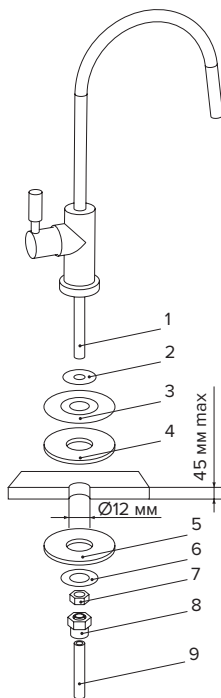

Рис. 7. Схема установки крана для чистой воды
Установка крана для чистой воды* (рис. 7)
- Установите одну щелевую вставку в трубку JG 3/8" как показано на рис. 7 и подсоедините данный конец трубки к водоочистителю.